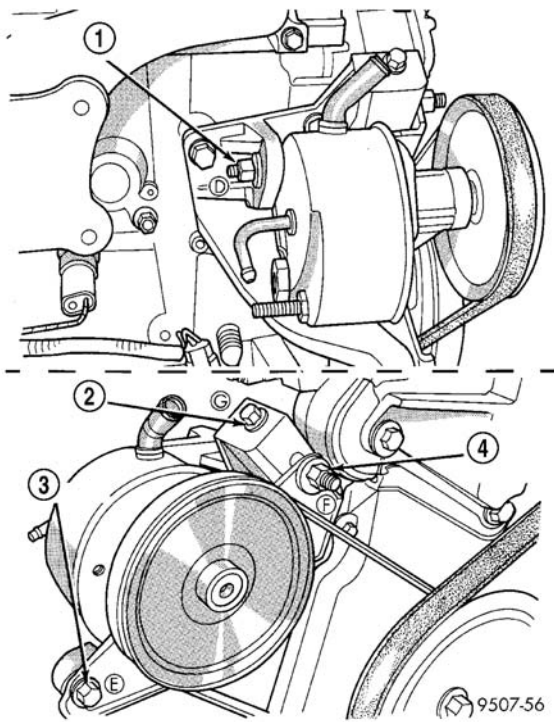

图 5 动力转向泵
- （1）从车辆的顶部松开锁紧螺母（D）和（F）（图 5）。
(2) 在紧固件(E)和(F)上先施加一个小扭矩(图5)。
(3) 拧紧调整螺栓(G)直至获得适当的张力(图5)为止。有关皮带张力的检查程序(参见7—冷却系统/附件驱动/驱动皮带-标准程序-检查动力转向皮带张力)。
(4) 拧紧锁紧螺母(D)和(F)至 $54\text{N} \cdot \text{m}$ (40ft.lbs.) (图5)。
(5) 拧紧枢轴螺栓(E)至 $54\text{N} \cdot \text{m}$ (40ft.lbs.) (图5)。